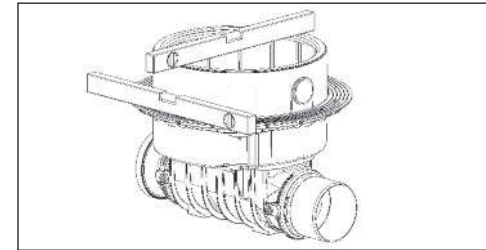

Abb. 1
**2.1 KESSEL-Staufix SWA zum Einbau in die Bodenplatte** (Best.Nr. 73100.10 S/X, 73125.10 S/X, 73150.10 S/X, 73200.10 S/X). Gilt entsprechend auch für den Einbau *Controlfix*. Der Grundkörper des KESSEL-Staufix SWA ist waagrecht auszurichten (siehe Abb. 1). Die beiliegende Profil-Lippendichtung in die